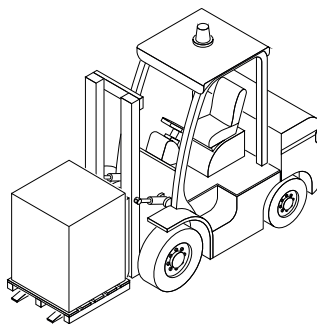

Fig. 5.1
- Desplace la máquina embalada exclusivamente con una carretilla elevadora o transpaleta con horquillas (Fig. 5.1).